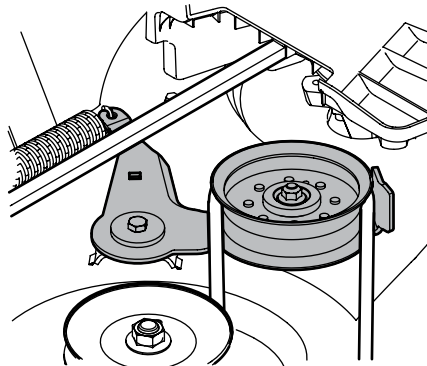

Figura 4-3
8. Trabalhando pelo lado direito do trator, introduza uma chave de catraca com o soquete de $\frac{3}{8}$ " ajustada para apertar, no furo quadrado do suporte da polia louca. Consulte Figura 4-3.
9. Gire a chave para frente para mover a polia de acionamento do deck para frente. Consulte Figura 4-3.